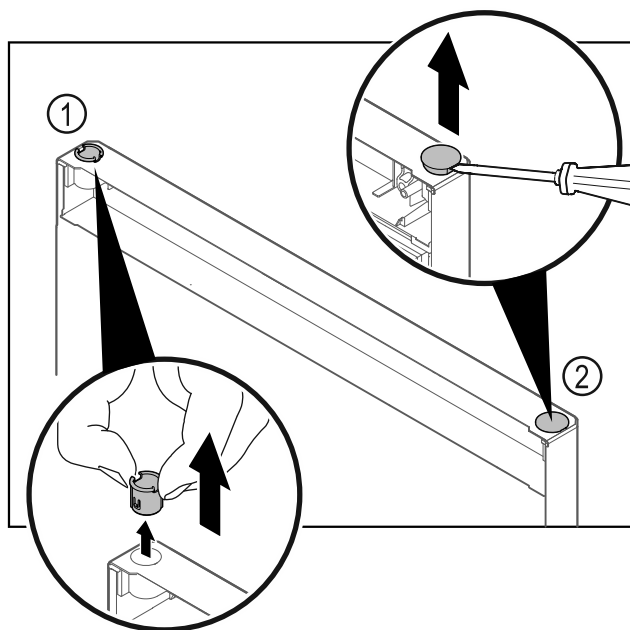

Fig. 29
- 用手指拔出合页衬套 Fig. 29 (1)。
- 用带槽螺丝刀小心撬起盖塞 Fig. 29 (2) 并将其拔出。